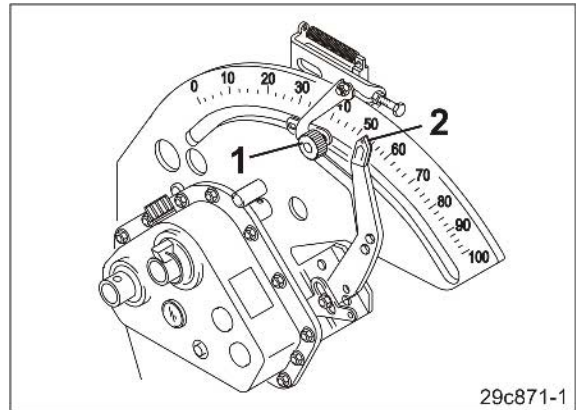

図 144
3. ロック用のノブ (図 144/1) を外します。
5. ギアレバーの針 (図 144/2) は下側からギアボックスの設定値にセットしてください。